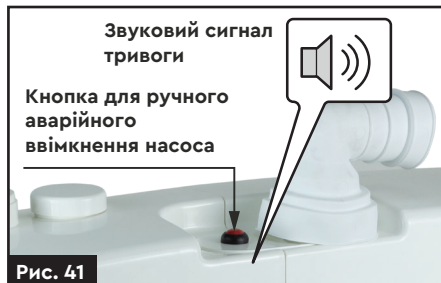

Рис. 41
1. Натисніть і утримуйте кнопку ручного зливу, щоб примусово відкачати рідину з внутрішньої порожнини станції (рис. 41).